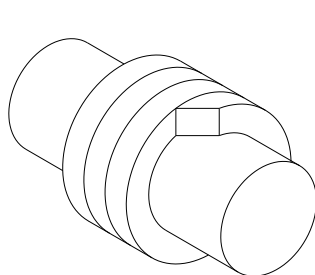

Рис. 7.1
Перед размещением нового уплотнения проверить состояние поверхности ведущего вала (05) и сальниковой камеры (36). Вал должен иметь шлифованную отделку поверхности. Обрезать кольца до нужной длины под углом 45°, как показано на рис. 7.1. Убедиться в том, что оба края соприкасаются. Осторожно раскрывать кольца (рис. 7.2) для их размещения на валу, причем следует размещать каждое из них по отдельности. Сначала вставлять соединение, а затем подталкивать кольца до конца.